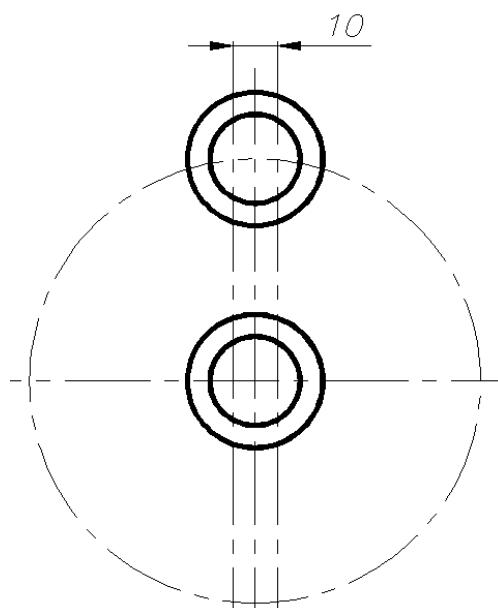

Рис. 49
4) Используя команду **Сместить**  получить параллельные отрезки на заданном расстоянии (рис. 49).